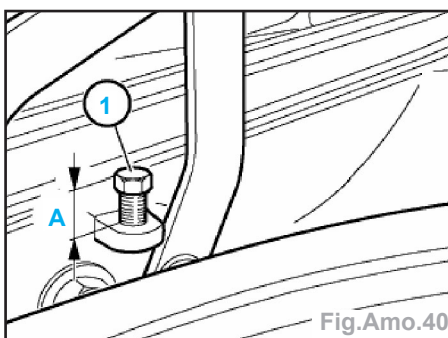
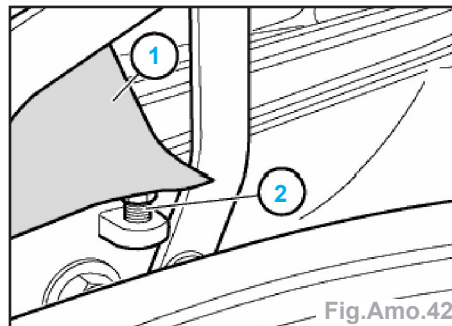

Fig.Amo.40
Fig.Amo.42
- visser la vis de butée (1) jusqu'à obtenir la cote (A) (Fig.Amo.40).
- Cote (A) = 10 mm.
- Régler la vis de butée (1) à la cote (A) (Fig.Amo.40).
- Glisser une bande de papier (papier machine normal) (1) entre la vis de butée (2) et la butée de la charnière (Fig. Amo.42).